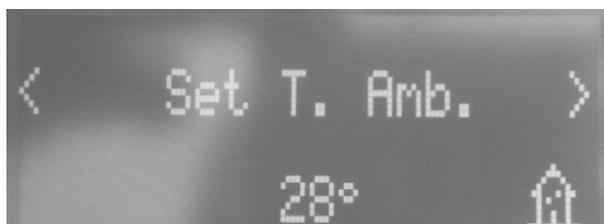

Fig. 11 - Anzeige
**Luftgeschw.** - Mit dieser Funktion kann die Geschwindigkeit der Raumventilatoren von 1 bis 5 bzw. auf A eingestellt werden. A bedeutet automatisch. Die Ventilatorgeschwindigkeit erfolgt entsprechend der Leistung; empfohlene Einstellung (siehe **Fig. 11**).